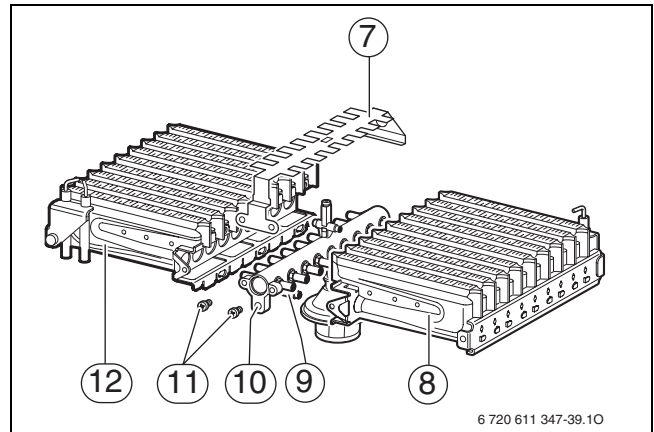

Fig. 39
- ▶ Rimuovere le viti (11) (→ fig. 39).
- ▶ Togliere il lamierino spargifiamma (7).
- ▶ Rimuovere le viti dai punti di fissaggio (9). Togliere la parte sinistra (12) e la parte destra (8) del bruciatore dalla rampa ugelli (10).